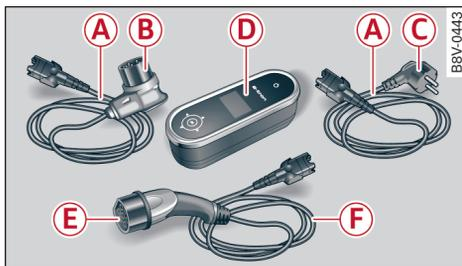
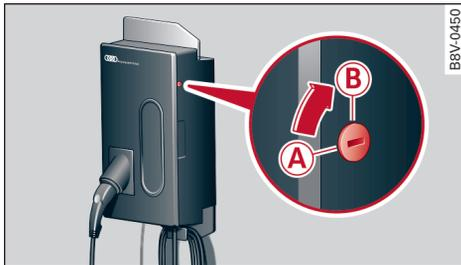

图 144 奥迪 e-tron 充电系统概览
图 146 打开/关闭充电底座
- ▶ 必要时用随附的扳手在开启位置 B 或关闭位置 A 上将充电底座解锁/锁止 ⇨ 图 146。
- ▶ 在充电后可以将汽车充电插头 E ⇨ 97 页，图 144 挂入充电底座门的托架中 ⇨ 图 146。
- ▶ 将不需要的电缆超长部分绕到充电插头支座 ① 上。
- ▶ 将电源电缆插入插座中 ②。
- ▶ 在充电后可以将汽车充电插头 E ⇒ 97 页，图 144 挂到充电插头支座中 ① ⇒ 图 148。